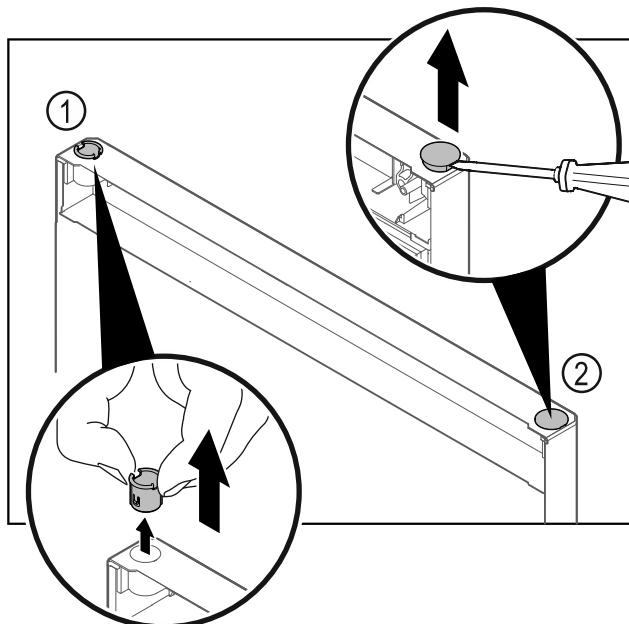

Fig. 15
- Extraer el casquillo de bisagra Fig. 15 (1) con los dedos.
- Levantar cuidadosamente el tapón Fig. 15 (2) con un destornillador para tornillos de cabeza ranurada y extraerlo.